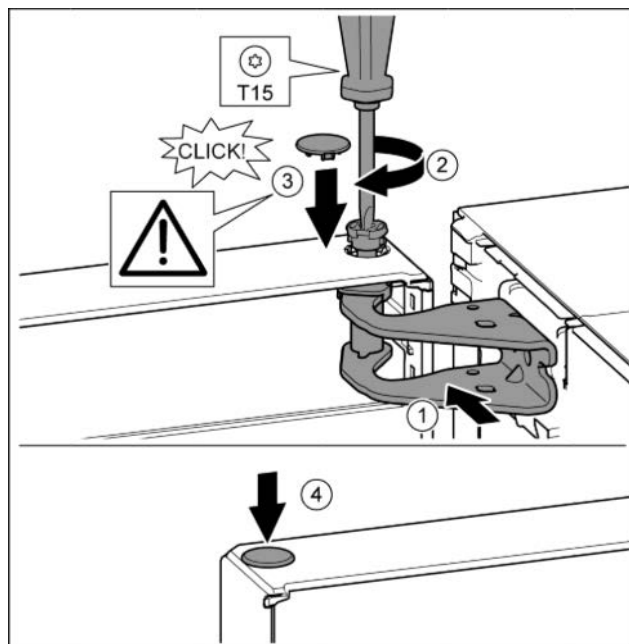

Fig. 15
- ▶ Дверь вверху выровнять по отверстию в опорном кронштейне. Fig. 15 (1)
- ▶ Вставить палец и затянуть отверткой T15. Fig. 15 (2)
- ▶ Установить предохранительную крышку для защиты двери: вставить предохранительную крышку и проверить, прилегает ли она к двери. В ином случае вставить палец полностью. Fig. 15 (3)
- ▶ Вставить заглушку. Fig. 15 (4)